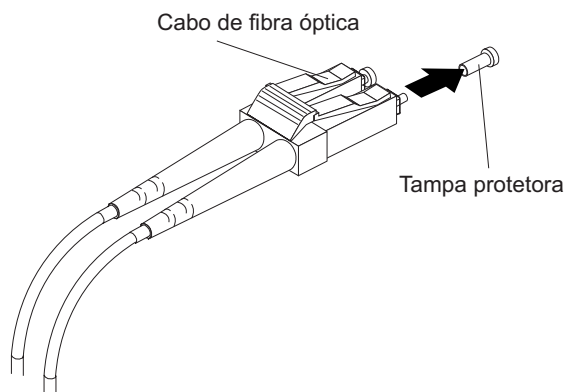

Figura 31. Removendo as Capas Protetoras do Cabo de Fibra Óptica
3. Remova as duas capas protetoras de uma extremidade do cabo LC-LC, conforme mostrado na Figura 31. Guarde a capa protetora para uso futuro.